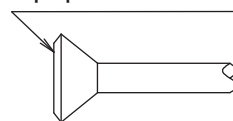

Рис. 13
- При присоединении гайки раструба покрывайте часть раструба (и внутри, и снаружи) эфирным или сложноефирным синтетическим маслом, поверните гайку три или четыре раза вручную и затем затяните ее ключом. **(См. рис. 13)**